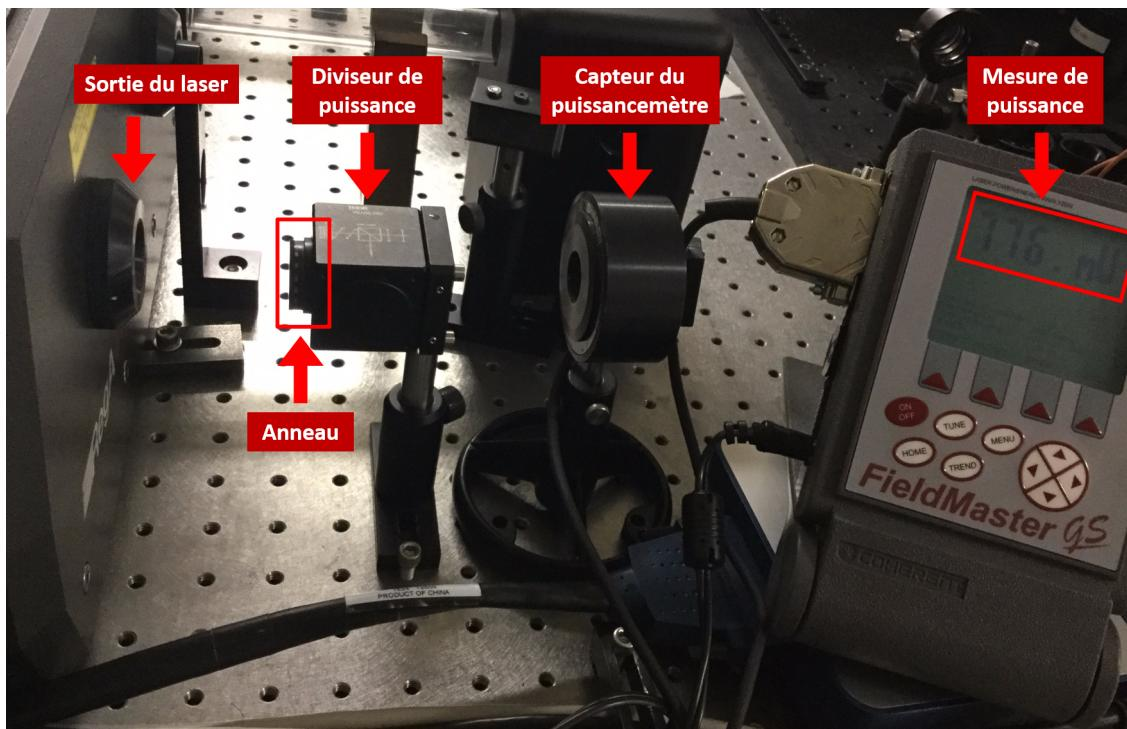

Figure 4 – Mesure de la puissance du laser
2. Tel que montré à la figure 4, placer le *capteur du puissancemètre* après le *diviseur de puissance*.